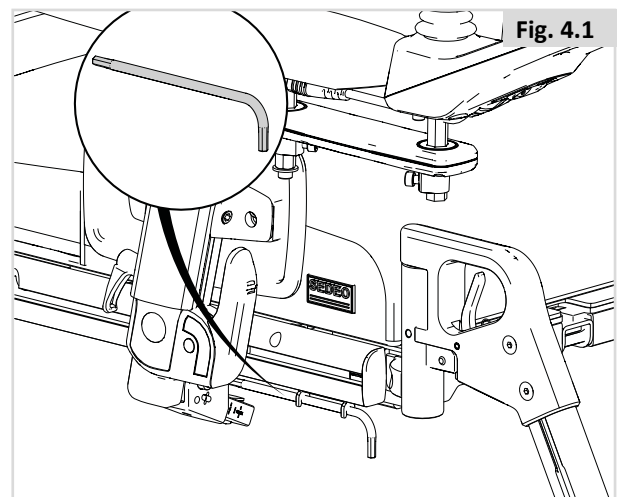

Fig. 4.1
Mit dem Sitzsystem wird ein 5mm Inbusschlüssel mitgeliefert. Dieser kann von einem Fachmann zum Anpassen aller Einstellungen des Sitzsystems verwendet werden. Der 5mm Inbusschlüssel (A) befindet sich am Rahmen an der in Fig. 4.1 gezeigten Stelle.